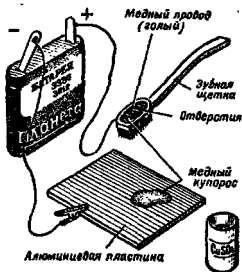

Рис. 159. Устройство для омеднения алюминиевой поверхности
3. Оригинальный способ пайки алюминиевых проводов и алюминиевой поверхности. Перед пайкой алюминиевую поверхность (провод или пластинку) предварительно омедняют, используя простейшую установку для гальванического покрытия, описанную в совете 121. Но можно сделать проще. Место пайки зачищают шлифовальной шкуркой и аккуратно наносят на него несколько капель насыщенного раствора медного купороса. Далее к алюминиевой детали (провод или пластинка) подключают отрицательный полюс источника постоянного тока (выпрямитель, батарейка от карманного фонаря или аккумулятор), а к положительному полюсу присоединяют кусок медного провода 1—1,2 мм (без изоляции), находящегося в «устройстве», выполненном на базе зубной щетки (см. рис. 159). Медный провод находится в щетине зубной щетки так, чтобы провод не касался поверхности алюминия во время трения щетин (омеднения) поверхности детали. Через некоторое время на поверхности алюминиевой детали оседает слой красной меди, который после промывки и сушки лудят обычным способом (паяльником).